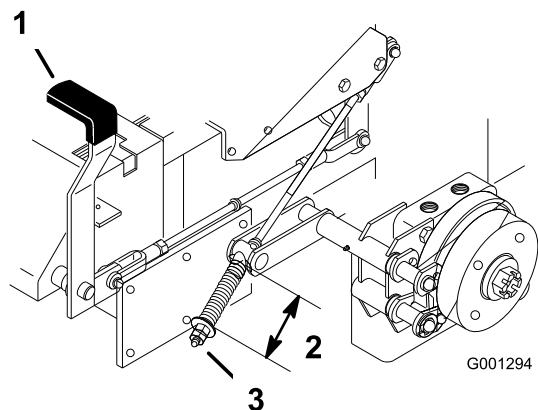

Figura 80
2. Misurate la lunghezza della molla (Figura 80).
3. Se la regolazione è necessaria, disinserite il freno di stazionamento, allentate il controdado sotto la molla e regolate il dado direttamente sotto la molla (Figura 80).